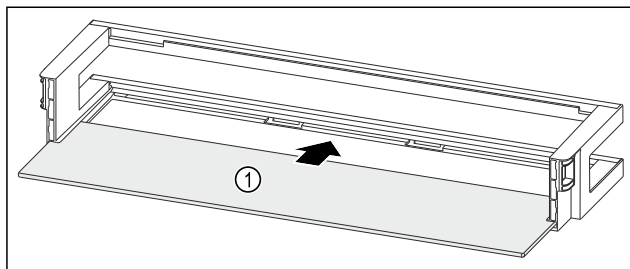

Fig. 127 Dveřní přihrádka s odkládací plochou
- Odkládací plochu Fig. 127 (1) zasuňte do bočních vybrání.